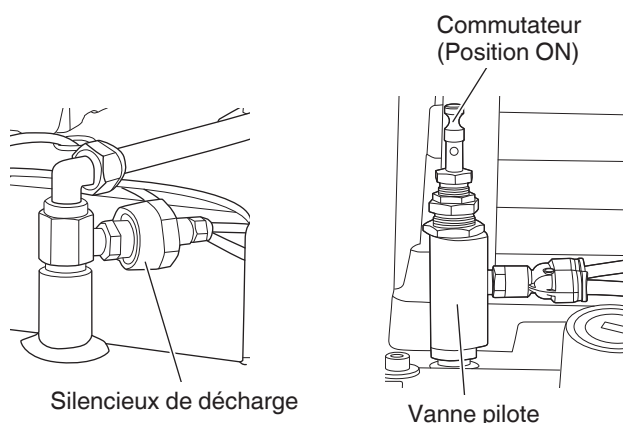

Fig. 6
- Lorsque le commutateur est en position ON, tout l'air sort du compresseur par le silencieux de décharge (Fig. 6).